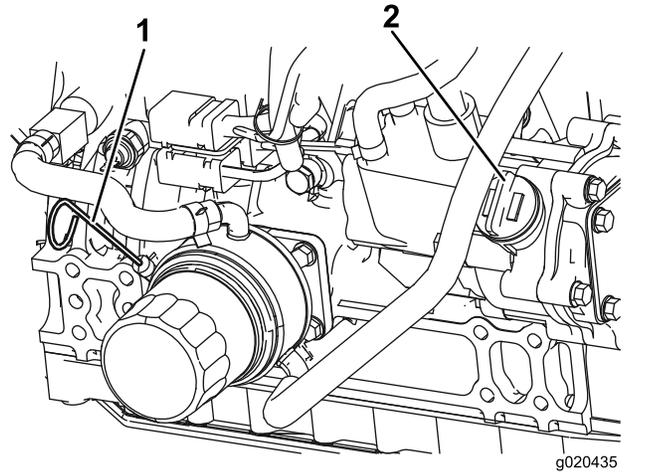

Bild 16
Der Ölstand sollte im sicheren Bereich liegen (Bild 16).
4. Wenn der Ölstand unter dem sicheren Bereich liegt, nehmen Sie den Fülldeckel ab (Bild 16) und gießen Sie genug Öl ein, um den Ölstand bis zur VOLL-Markierung anzuheben. **Füllen Sie nicht zu viel ein.**